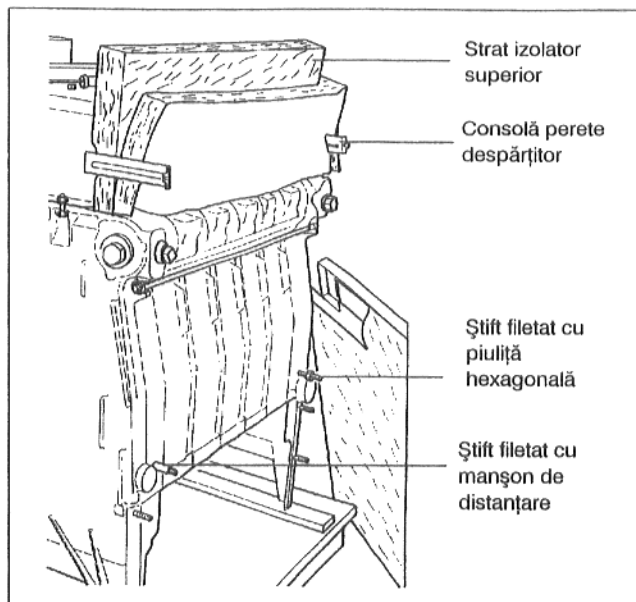

Fig. 18
- Stratul izolator superior se pune cu fața țesăturii în interior către colectorul de gaze de ardere, cel de-al 2-lea strat se pune cu fața țesăturii în afară în jurul stratului superior. Degajarea ambelor straturi izolatoare se fixează în dreptul consolei peretelui despărțitor drept (Fig. 18).
- Pe știftul filetat stâng de pe partea anterioară a cazanului se pune un tub distanțier, pe cel drept se înșurubează o piuliță hexagonală. (Fig. 18).